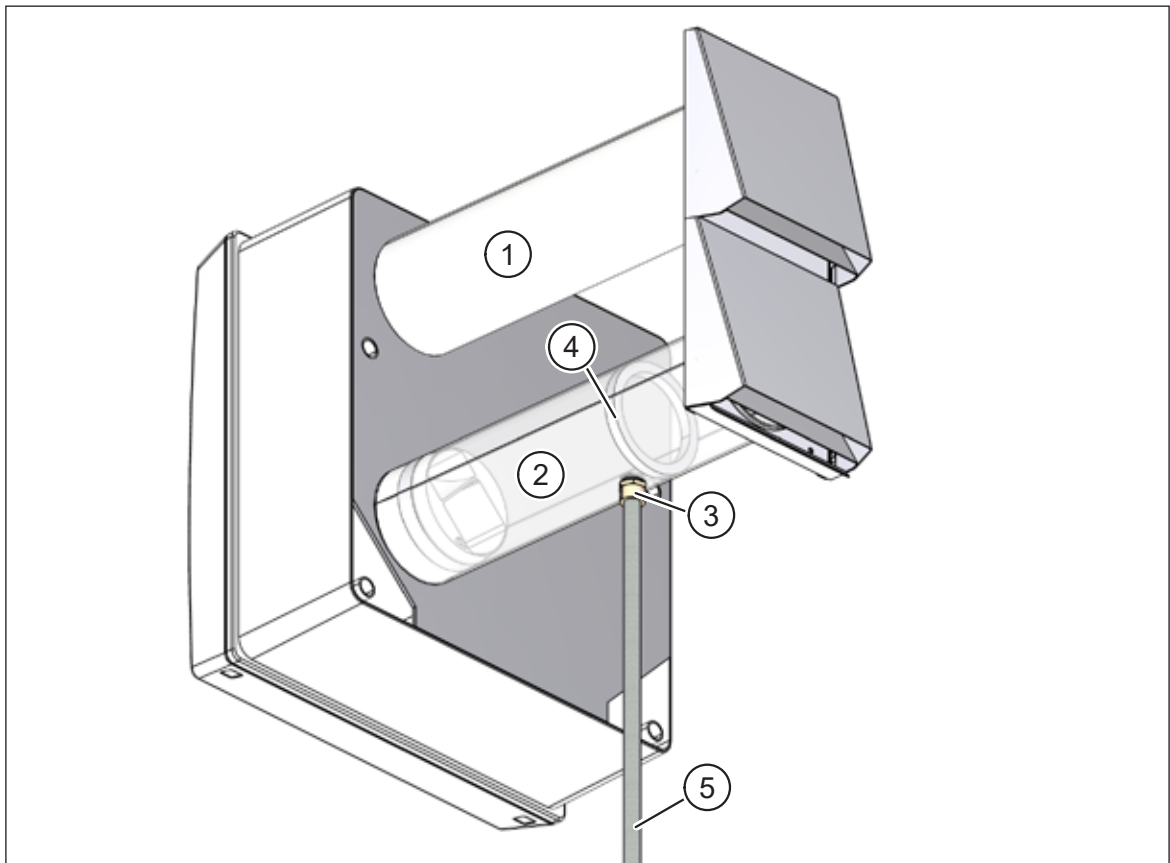

Abb. 18: Kondensatabführung am Fortluftrohr
- Außenluftrohr, DN 100, 0,5 m (Pos. 1 in Abb. 18)
- Fortluftrohr DN 100, 0,5 m (Pos. 2 in Abb. 18), mit 1/2“-Außengewindeanschluss (Pos. 3 in Abb. 18) und Barriere (Pos. 4 in Abb. 18) zum Rückhalten des Kondensats.
- Schützen Sie das Kondensatableitungsrohr (Pos. 5 in Abb. 18) in kalten Regionen vor Frost, z. B. durch Verlegung hinter der Fassadendämmung.